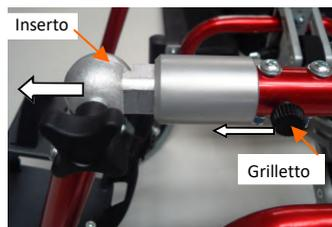

fig. 23.2: Disinserimento tubo poggiagamba
- **Disinserimento** (fig. 23.2)